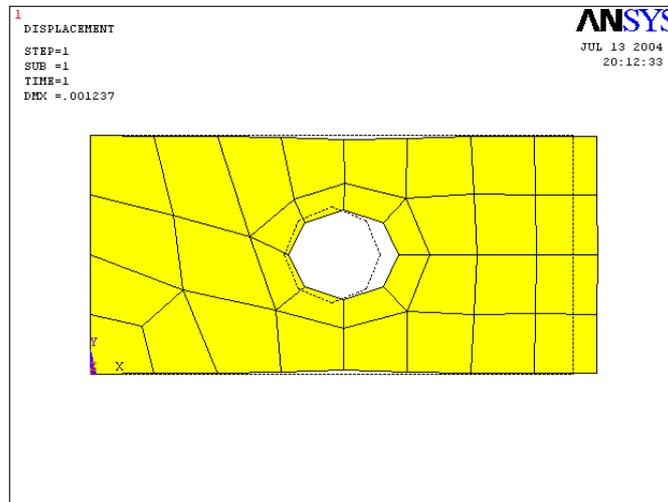

图1.44 变形图
- (3) 选择【Def + underf edge】，并单击【OK】按钮。
(4) 这时出现如图 1.44 所示的最终变形图。